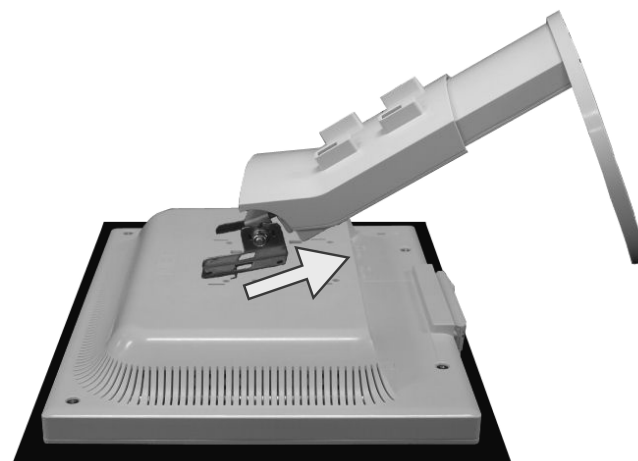

Figura S.5
7. Levante el soporte para soltar los corchetes de la parte inferior y retírelo (**figura S.5**). El monitor ya está preparado.